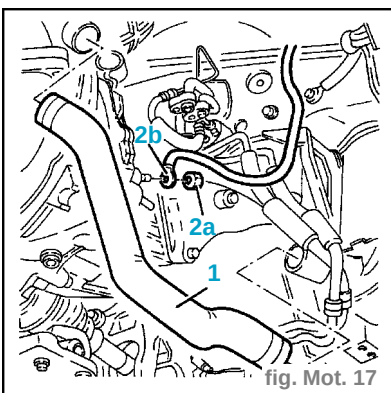

fig. Mot. 17
- Enlever le manchon d'amenée d'air (1) entre le turbocompresseur et l'échangeur de chaleur. (fig. Mot. 17)